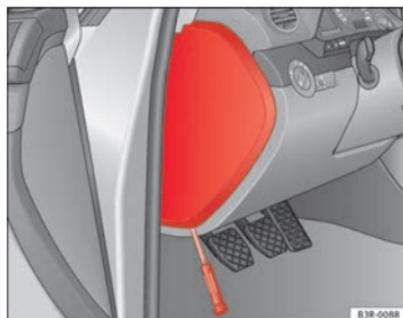

Fig. 186 À gauche dans la planche de bord : cache du boîtier de fusibles
- Retirez le couvercle des fusibles à l'aide d'un tournevis ⇒ fig. 186.